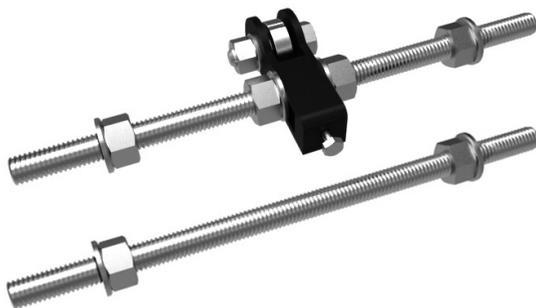

图 3-30 将 Y Idler 插入丝杆
(2) 接着将 Y Idler 安装在一根 M10*210mm 的丝杆上,两端用 M10 的螺母和垫片锁紧;另外在两边各添加一个螺母和垫片,但无须拧紧,同样取一根 M10*210mm 丝杆,也是如此操作,如图 3-30 所示。